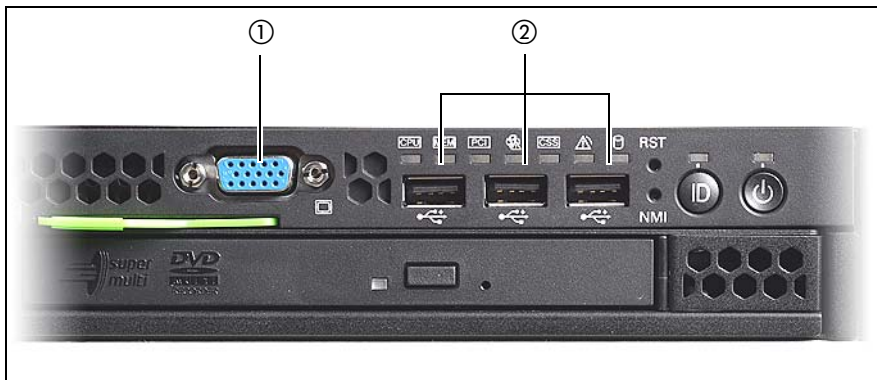

Bild 9: Anschlüsse an der Frontseite
Ein VGA-Anschluss (1) sowie drei zusätzliche USB-Anschlüsse (2) befinden sich an der Frontseite des Servers (Bild 9):